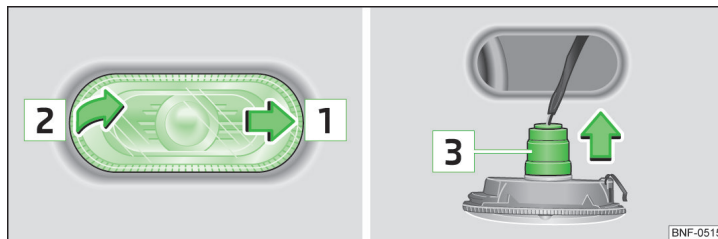

Bild 131 Vänster fordonssida: Byta glödlampa till blinkers
- Skjut blinkerslampans i pilriktningen **1** » bild 131 (spegelvänt för höger fordonssida).